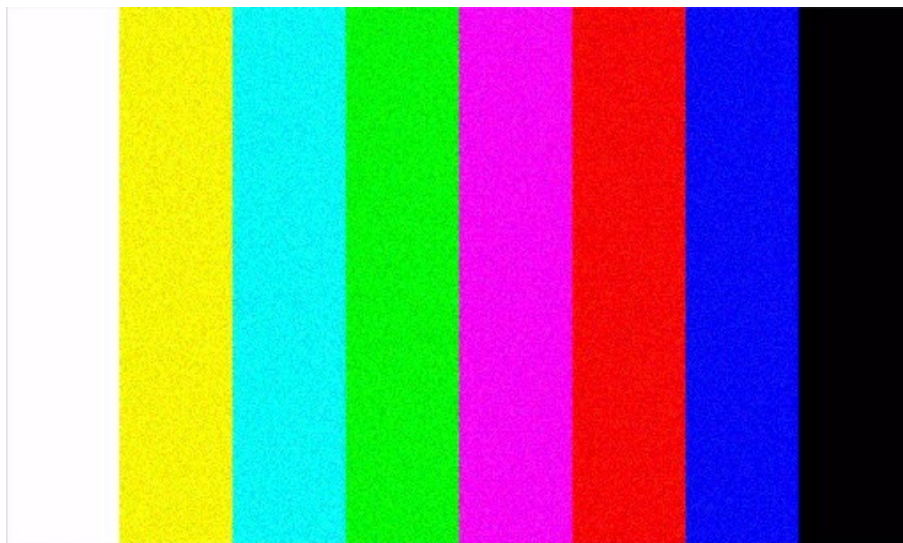

Abbildung 4: Rauschen
- Ein oder mehr Felder rauschen/grieseln – Schlechte Signalübertragung von der Quelle oder schlechte Signalverarbeitung in Quelle und/oder Bildgeber. (Abb. 4)